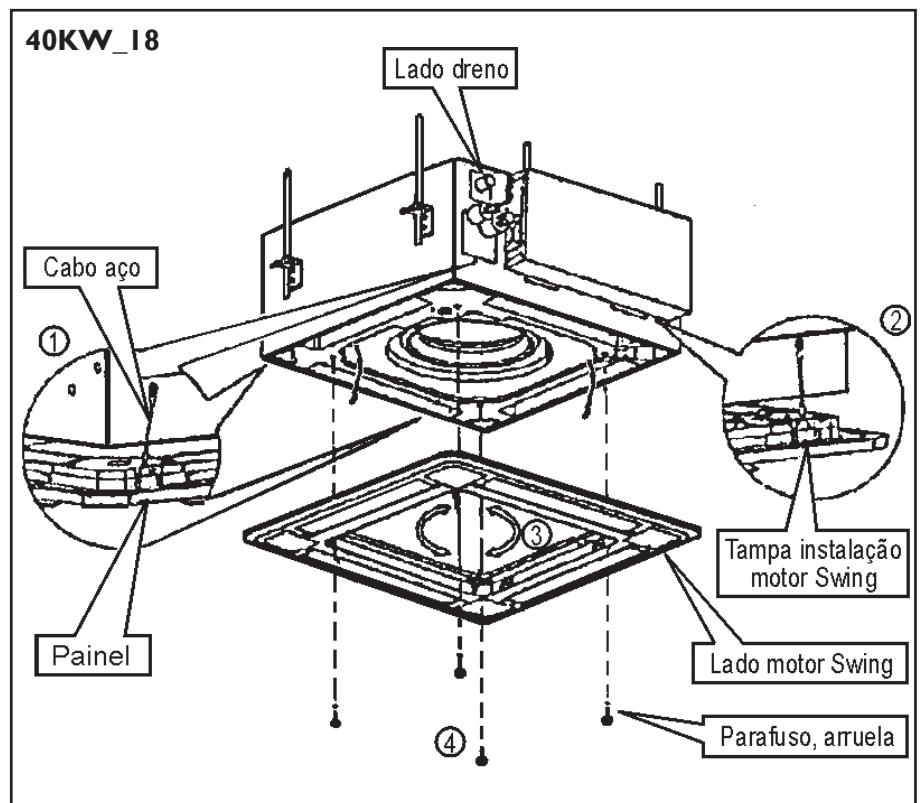

FIG. 25
- c) Alinhar o motor do swing (oscilar) adequadamente no painel com as juntas de tubulação. Figs 25 e 26.
- d) Encaixe os dois cabos de aço, fixos ao corpo principal, no painel de instalação e alinhe a marca no painel com a mesma marca no corpo principal. Ver Fig. 25 - Detalhes 1 e 2 para 40KW_18.